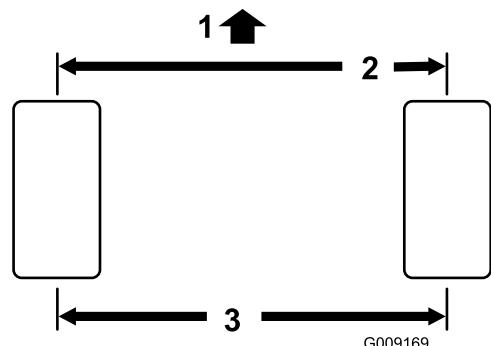

図 68
1. 後輪の前と後ろで、左右のタイヤの中央線間距離を測るアクスルの高さ位置で計測。前での測定値が、後ろでの測定値より 3 mm 小ければ合格とする **図 68**。